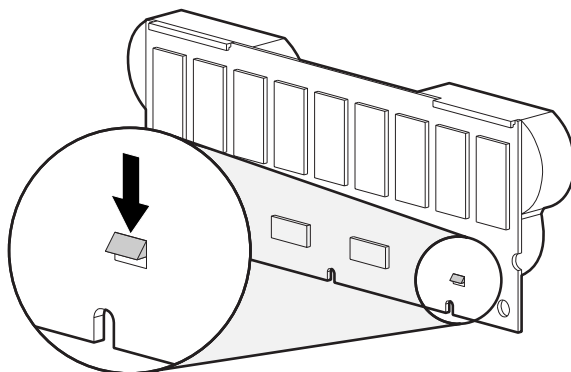

図 4: バッテリーの下部クリップ
1. モジュールの下方の角の近くに取り付けられているバッテリーの下部クリップを押します。図 4 参照。